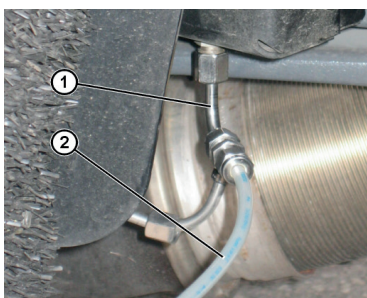

Fig. 4: Conexión de la tubería de presión de comprobación_2
2. Conectar la tubería de presión de comprobación (Fig. 4,, Pos. 2) conforme a la marca del vehículo.
Conectar la tubería de presión de comprobación (Fig. 4,, Pos. 2) directamente en el módulo dosificador.
Conectar la tubería de presión de comprobación (Fig. 4,, Pos. 2) al módulo dosificador por medio del adaptador (Fig. 4,, Pos. 1).